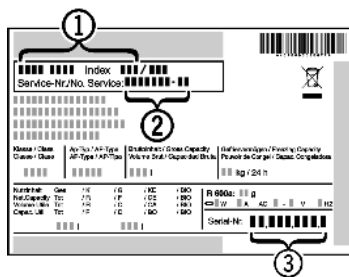

Fig. 54
- ▶ Apparaataanduiding Fig. 54 (1), service-nummer Fig. 54 (2) en serienummer Fig. 54 (3) van het typeplaatje aflezen. Het typeplaatje bevindt zich aan de binnenkant van het apparaat.